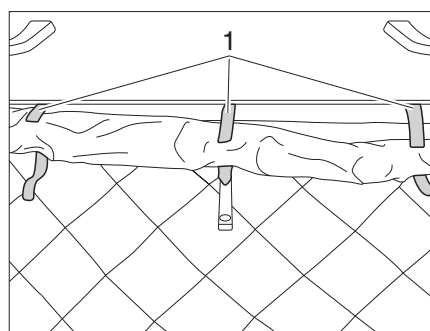

Fig. 42 Apertura delle chiusure a velcro
- Aprire le tre chiusure a velcro (Fig. 42,1) del soffietto di stoffa.
- Arrotolare accuratamente il soffietto di stoffa nella zona del bloccaggio e fissarlo con le tre chiusure a velcro (Fig. 42,1).